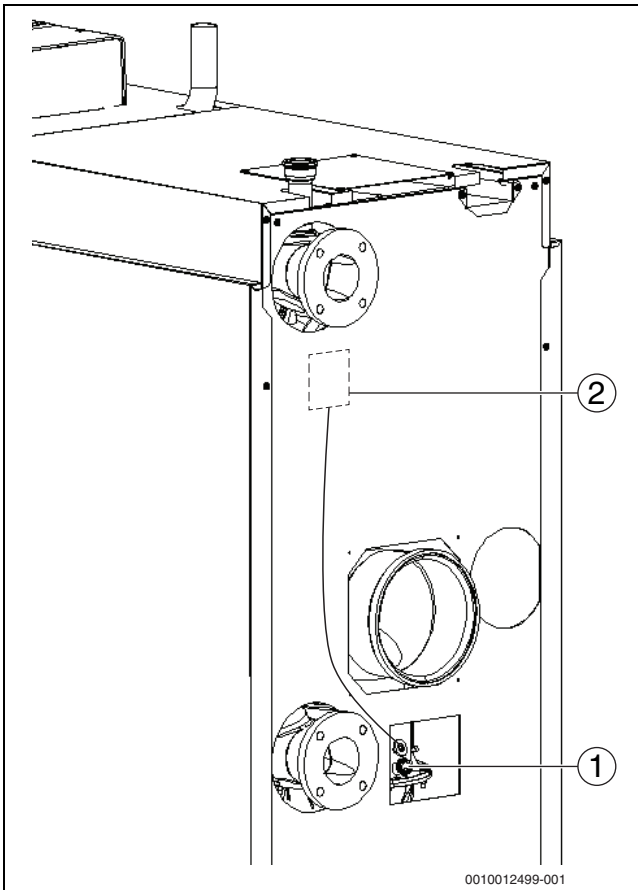

Bild 33 Messwerte aufnehmen (Kesselgröße 150-300 kW)
- ▶ Messfühler durch die Messöffnung (→ Bild 33, Seite 33) im Abgassammler in den Kernstrom halten und O₂-Gehalt kontrollieren.
- ▶ Messfühler durch die Messöffnung (→ Bild 33, Seite 33) im Abgasrohr in den Kernstrom halten und O₂-Gehalt kontrollieren.
- ▶ Folgende Messungen an der Messstelle im Kesselanschlussstück (→ Bild 33 und 34) durchführen und im Inbetriebnahmeprotokoll (→ Kapitel 17.6, Seite 71) eintragen: